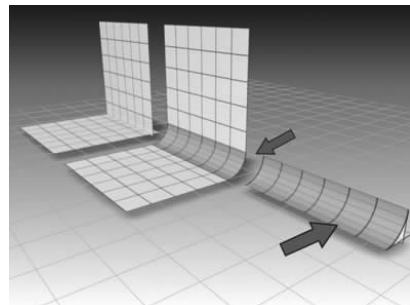

图 5-80 创建圆角曲面 ▲
- (创建圆角曲面): 生成连接其他两个曲面的弧形转角,如图 5-80 所示。